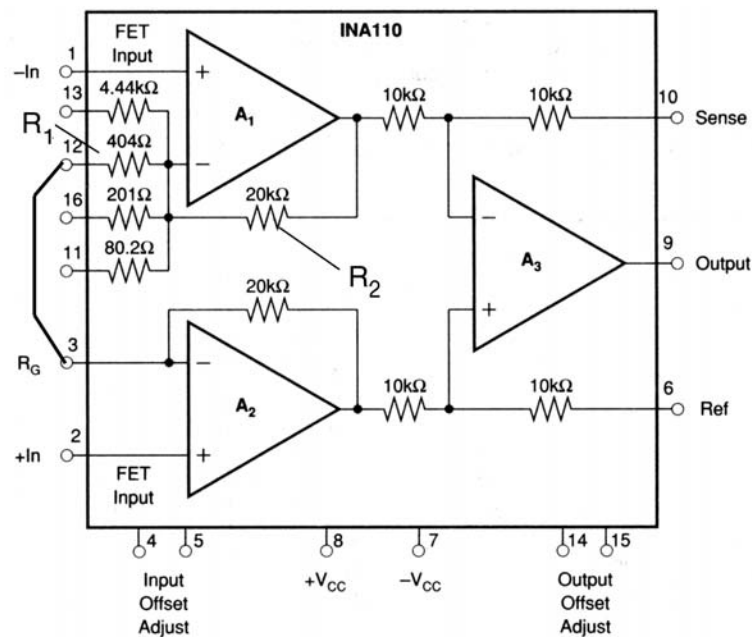

Abb. 1 Differenzmeßverstärker (Instrumentation Amplifier Quelle: Burr-Brown / Texas Instruments)
9. Wie beschalten Sie diesen Differenzmeßverstärker (Abb. 1), um eine Verstärkung von 100 zu erreichen?